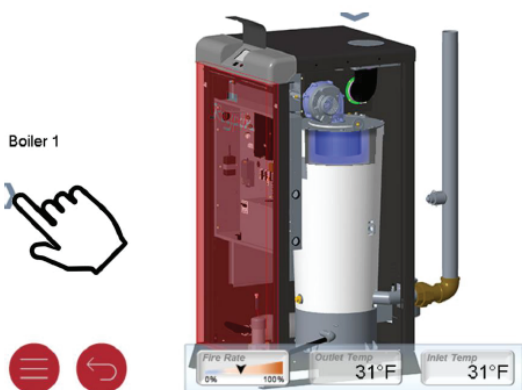

Figure 57. Chaudière 1 Action secondaire
3. Accédez à la page secondaire en cliquant sur ">" (voir **Figure 57**).